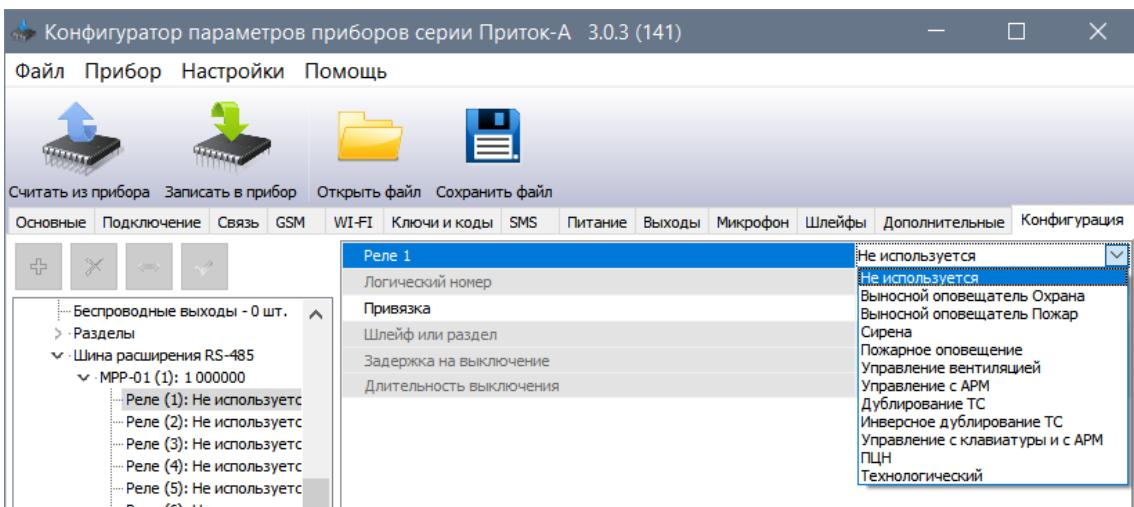

Рисунок 6
- Поле «**Реле x**» - тип объекта управления (см. рисунок 6 и таблицу 3);